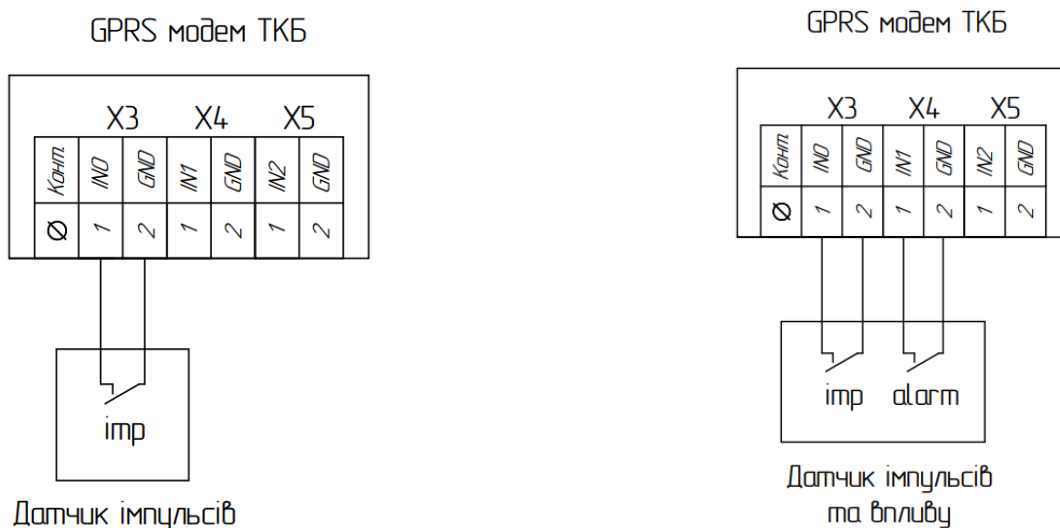

Рисунок 3
– кабель від датчику імпульсів через гермоввод (поз. 17) завести в корпус модему ТКБ та приєднати до клем (поз. 21) згідно схем підключення див. рис. 3;